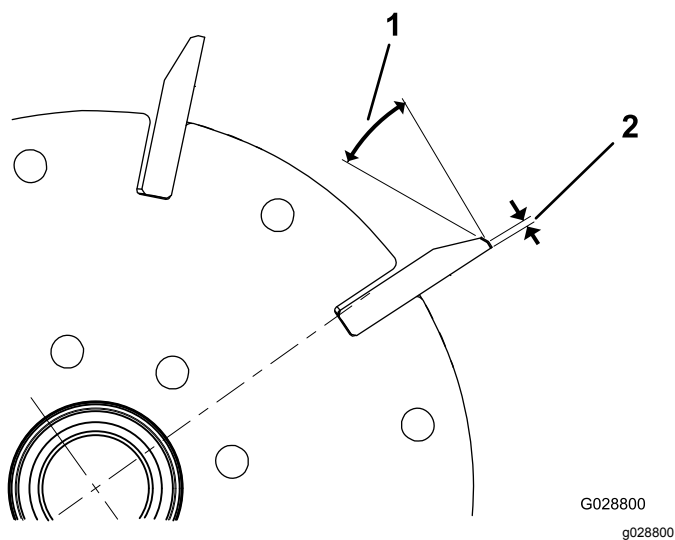

Figure 25
1. Créez un angle de dépouille de 30 degrés sur toutes les lames de cylindre jusqu'à obtention d'une facette de 1,3 mm de largeur (Figure 25).